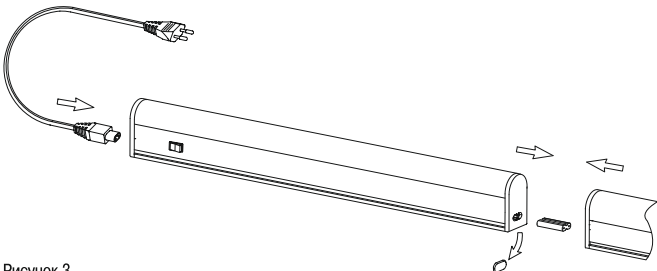

Рисунок 3
## 5.2 Подключение светильника (рисунок 3)
5.3 Конструкцией светильника предусмотрено шлейфовое соединение светильников в ряд (рисунок 3). Максимальное количество подключаемых светильников ДБО 3001, ДБО 3002, ДБО 3003 – 20 шт., светильников ДБО 3004 – 10 шт.